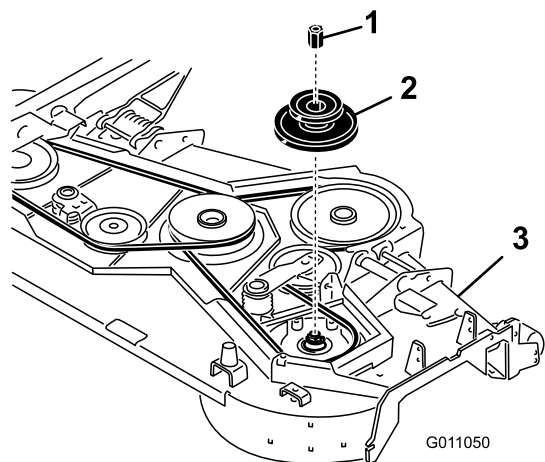

Figura 3
4. Coloque um bloco sob o eixo da lâmina direita sob a plataforma do cortador antes de remover a polia direita da plataforma do cortador (Figura 3). Isto evita que os componentes do eixo caiam quando é removida a porca da polia.
5. Remova a porca da polia existente e remova a polia (Figura 3). Guarde a polia e porca para utilização posterior.
6. Instale a nova polia dupla e prenda-a com a nova porca da polia (Figura 3). Aperte a porca a 176-203 Nm.